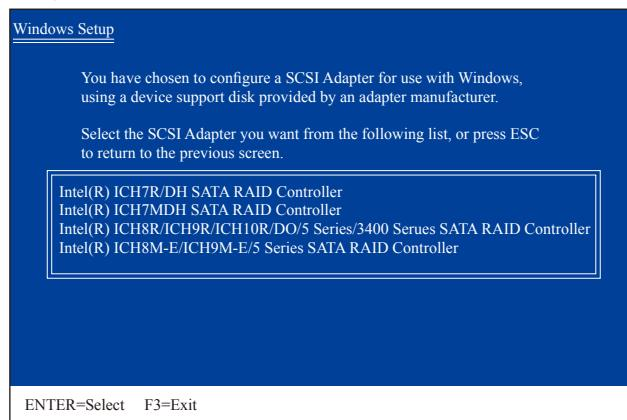

图2
放入存有SATA RAID/AHCI驱动程序的软盘并按下<S>键。当如图2的画面出现时，请选择「Intel(R) ICH8R/ICH9R/ICH10R/DO/5 Series/3400 Series SATA RAID Controller」再按<Enter>键，系统载SATA驱动程序。